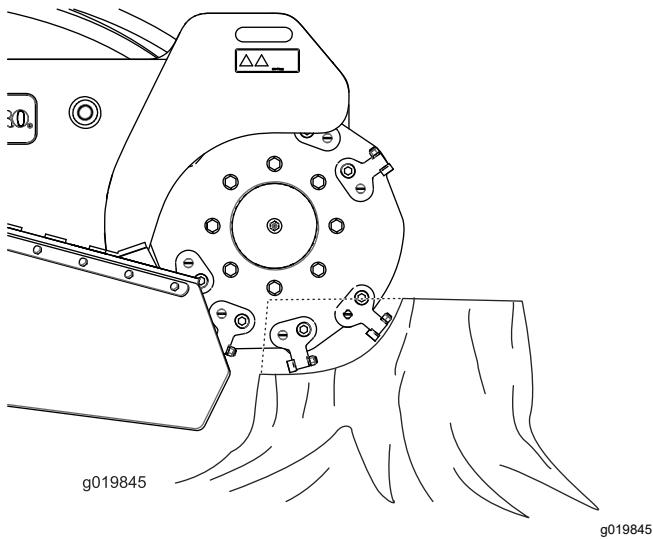

Bild 19
2. Positionieren Sie die Fräse mit dem Fräsensteuerhebel und dem Fahrantrebshebel zu einer Seite an der Vorderseite des Baumstumpfs, ca. 2,5 cm unter der Oberfläche (Bild 19).
4. Pendeln Sie die Fräse langsam mit dem Fräsensteuerhebel über die Oberfläche des Baumstumpfs und schneiden Sie Splitter ab (Bild 19).